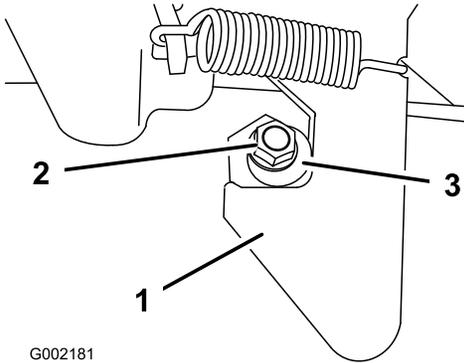

図 71
1. ラッチポストの端についているロックナットをゆるめる 図 71。
2. ラッチポストを右回りに回転させてラッチのフック部にちょうど嵌るようにする 図 71。